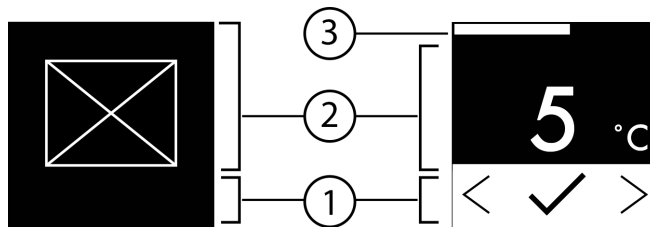

Fig. 6
- ▷ Состояние: активировано *Fig. 6 (1)* появляется ненадолго в Подменю *0*.